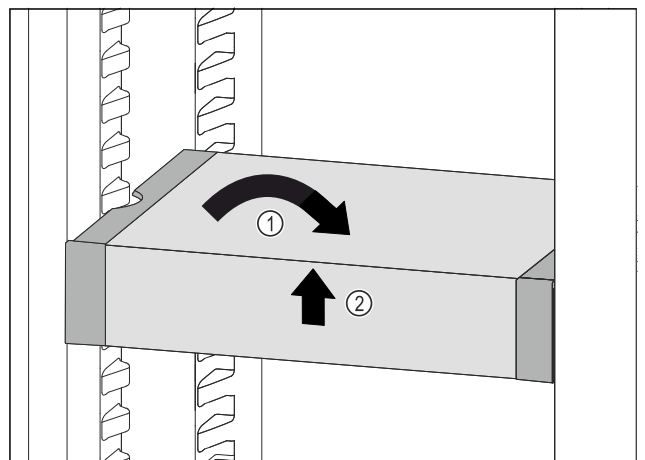

Fig. 77
- Remettre le VarioSafe droit. Fig. 77 (1)
- Soulever la partie avant du VarioSafe. Fig. 77 (2)